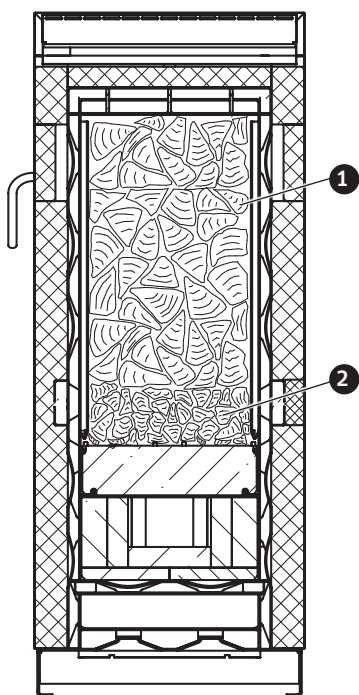
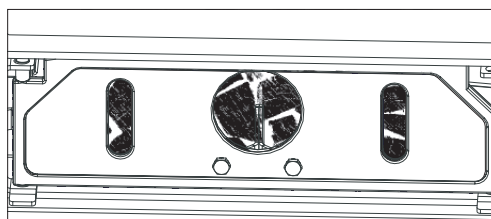

Fig. 10 Sezione della camera di riempimento
Fig. 9 Legna in ceppi introdotta correttamente davanti all'apertura di accensione
► **Introdurre** dapprima **ceppi di legna** piccoli, poi più grandi, nel senso della lunghezza e riempire la camera di riempimento secondo il fabbisogno – Fig. 10. Prima di chiudere lo sportello di accensione controllare che la legna si trovi direttamente davanti all'apertura di accensione – Fig. 9.